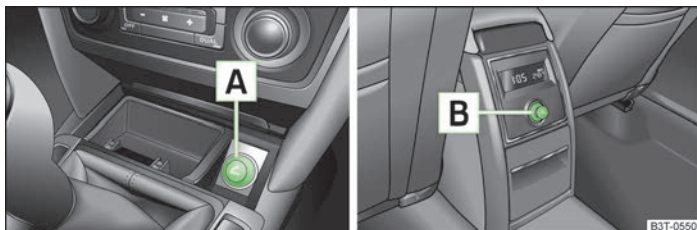

Fig. 85 Consola central: Encendedor delante/encendedor detrás
- Pulsar el botón del mechero del encendedor [A] o [B] » fig. 85.
En la consola central delantera [A] » fig. 85 de la página 87.
En la consola central posterior [B] » fig. 85 de la página 87.